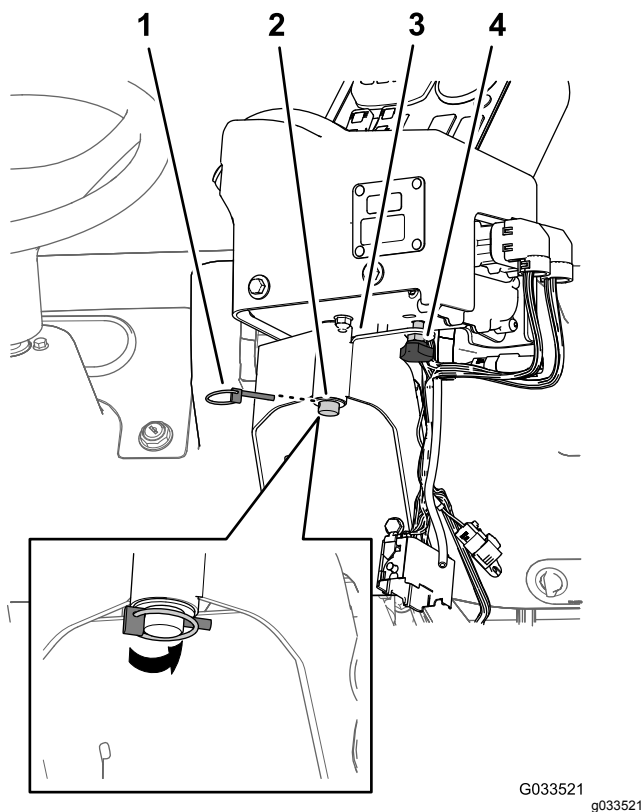

図 19
2. 先ほど外したスプリングクリップピンを使って、コントロールコンソールを、コントロール取り付けブラケットに固定する 図 19。
3. 操作中にコンソールが回転しないようにハンドノブを取り付ける 図 19。